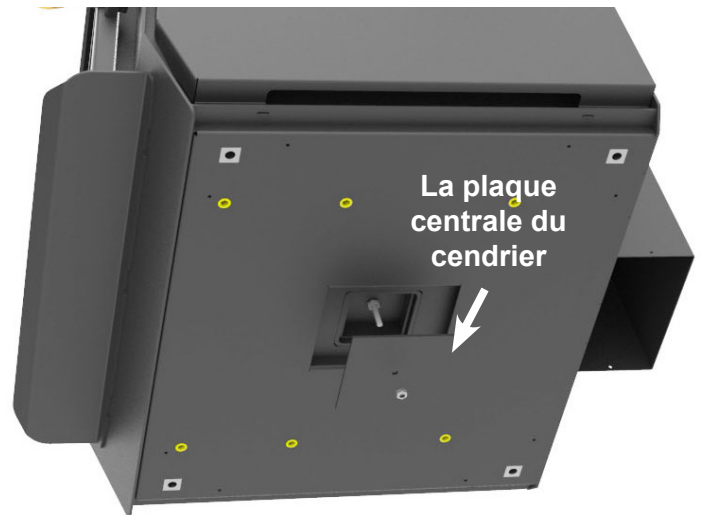

Fig. 9
2. Retirer le "La plaque centrale du cendrier" en dévissant l'écrou 1/4". (**Fig. 9**)